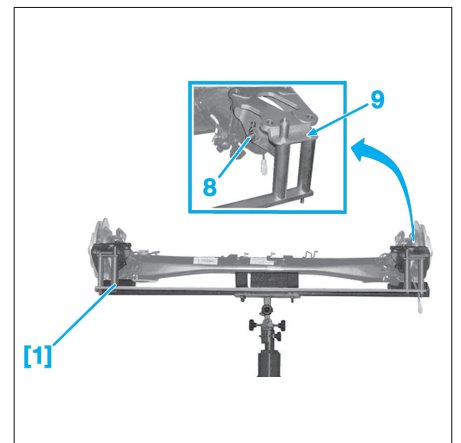

Fig. 61
- Desserrer la vis (8) (Fig.61).